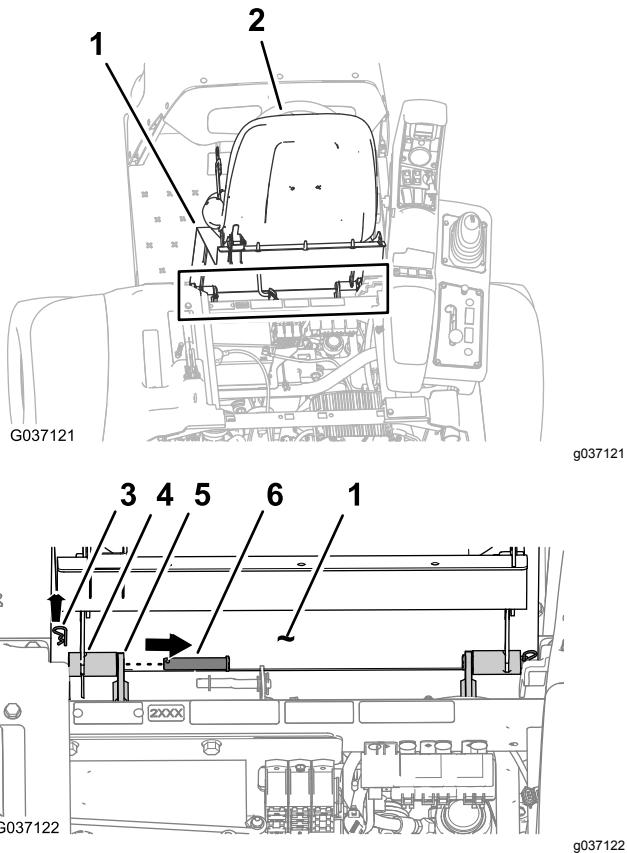

Figura 5
- Retire os dois ganchos que prendem os encaixes articulados da placa do banco aos suportes do chassis (Figura 5).
- Retire os dois pinos de articulação que prendem o banco e placa do banco ao chassis (Figura 5).